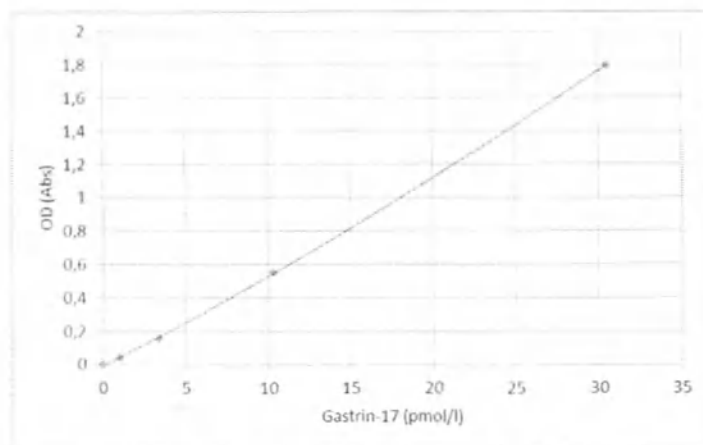

Рисунок 2. Типичная калибровочная кривая.
Вычитите среднюю оптическую плотность (OD) бланка (BS) из всех значений OD лунок. Постройте график зависимости среднего значения OD BS (в качестве нулевого калибратора) и калибраторов от соответствующих значений концентрации. Полиномиальная аппроксимация 2-го порядка пригодна для интерполирования неизвестных значений концентрации. Типичная калибровочная кривая показана на рис. 2.